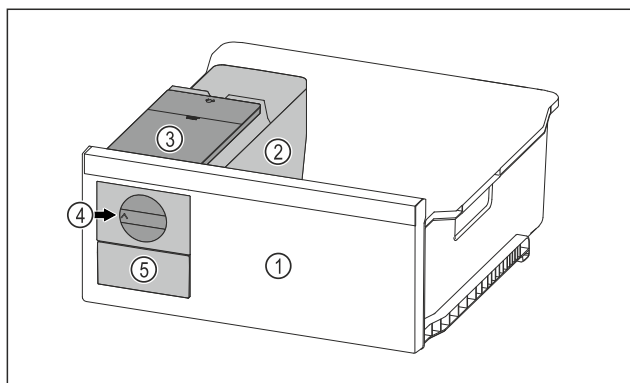

Fig. 108 Primjer izgleda
- ▶ Okrenite okretni gumb *Fig. 108 (4)* u smjeru kazaljki na satu do graničnika.
- ▷ Kockice leda padaju iz posude za kockice leda u ladicu za kockice leda *Fig. 108 (5)*.